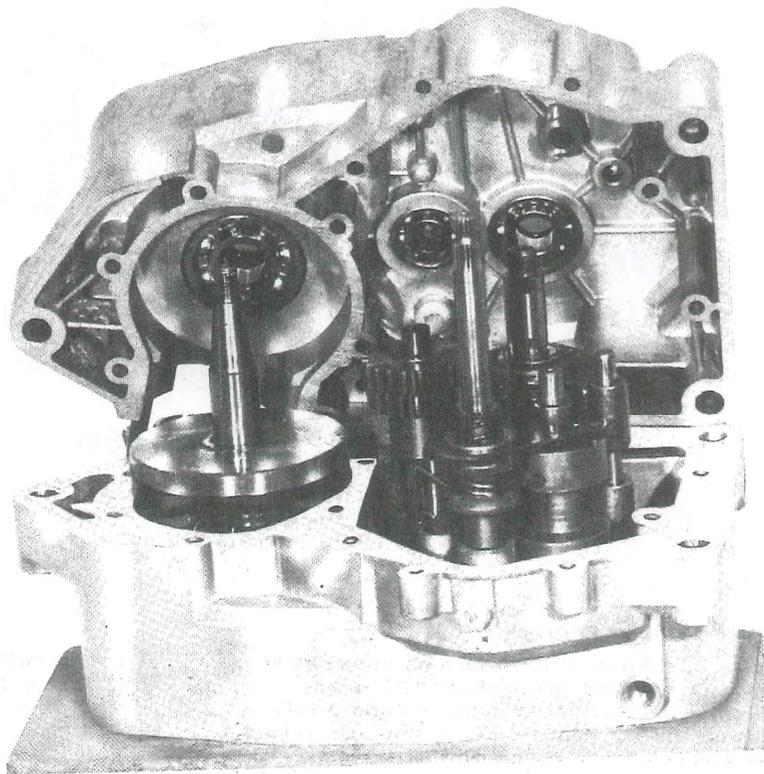

Fig. 35 - Semicarters pre-unione
- Prima di rimboccare il semicarter, mettere olio su tutti gli alberi, per facilitare lo scorrimento degli stessi sui cuscinetti (fig. 35).